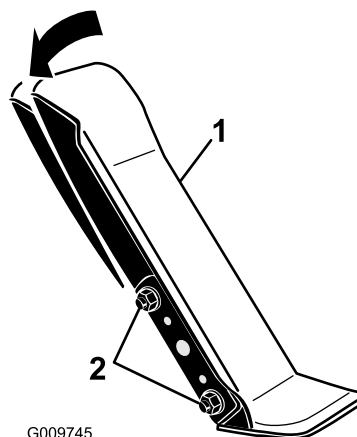

Figura 60
1. Desaperte as duas porcas e parafusos que fixam o lado esquerdo do pedal de tração ao suporte (Figura 60).
2. Rode o pedal para o ângulo de funcionamento pretendido e apertar as porcas (Figura 60).